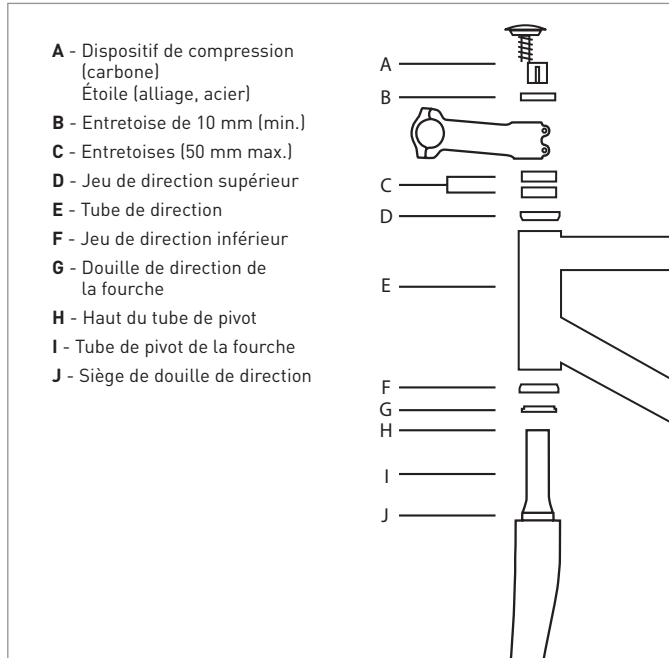

Figure 3
2. Assemblez la fourche, le jeu de direction et les éventuelles entretoises dans le tube de pivot du vélo et installez la potence (figure 3).